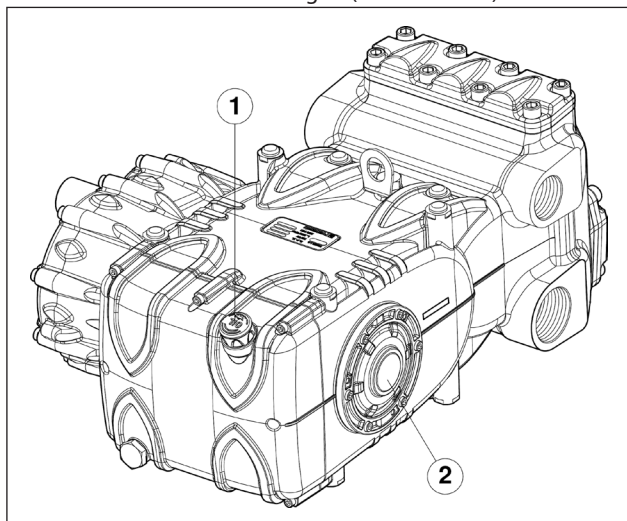

Abb. 8
5. Der Ölstand im Pumpengehäuse korrekt ist, u.z. über den entsprechenden Messstab (Pos. ① Abb. 8) und ausnahmsweise am Schauglas (Pos. ② Abb. 8).